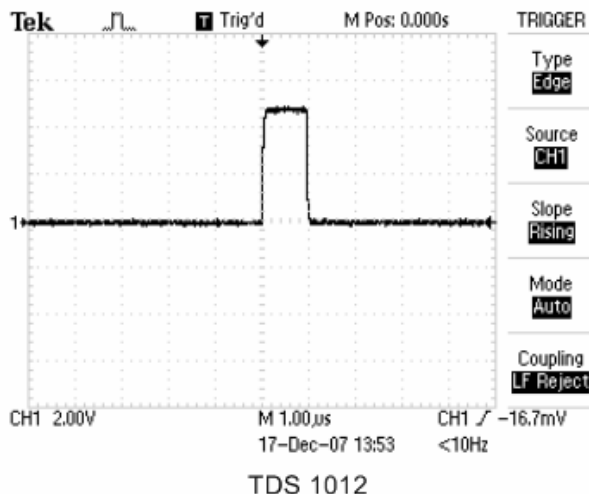
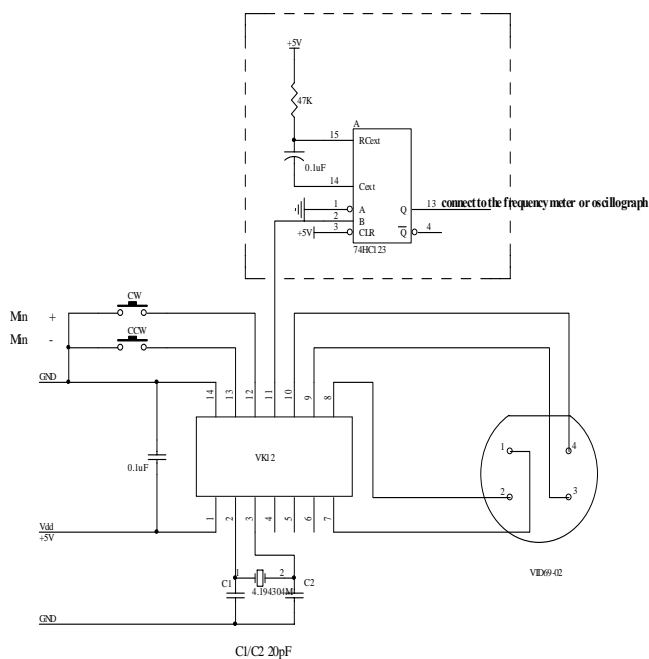

图 1
图 2
(1)使用示波器测量,可测到如图1所示脉冲波形.如需在示波器上看到脉冲频率,需要扩展脉冲宽度,如图2所示.